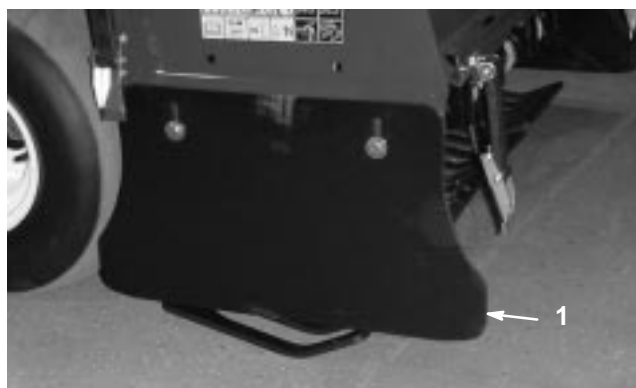

Bild 55
1. Lösen Sie die Schrauben und Muttern, mit denen das seitliche Schutzblech am Rahmen befestigt ist (Bild 55).